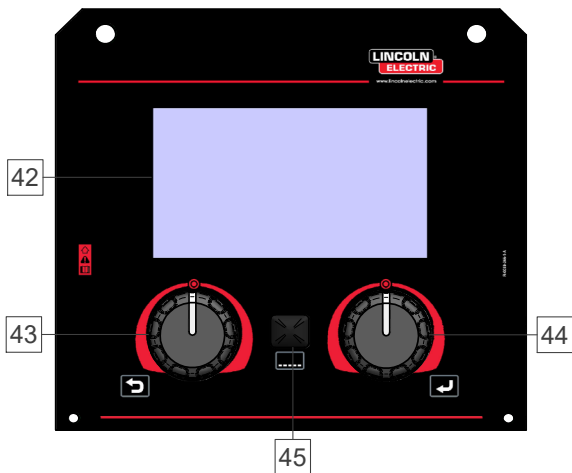

Figure 8
- Affichage avancé (Figure 8)
- Sélectionner l'un des affichages (Normal – Figure 7 ou Avancé – Figure 8).